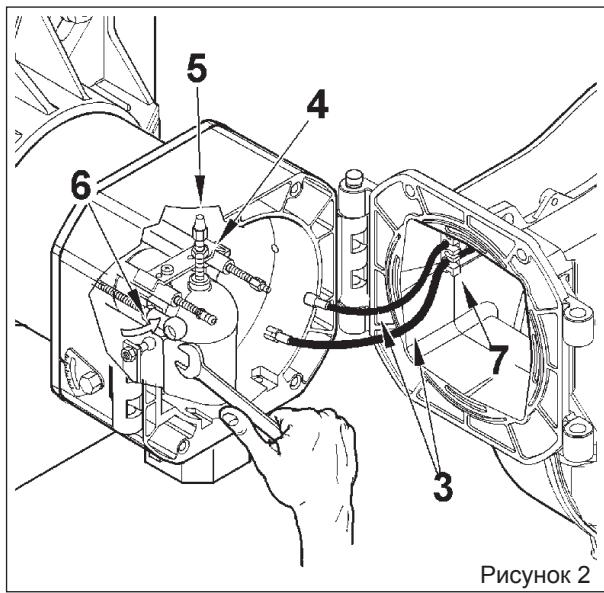

Рисунок 2
- Используя тот же ключ, поверните шаровой шарнир (6) в направлении, указанном стрелкой, и отцепите рычаг продвижения головки горения (см. рис. 2).
В момент закрытия горелки немножко потяните в сторону электрического щита, чтобы электрод розжига и ионизации слегка натянулись. После этого расположите их в соответствующих гнездах (7), смотрите рисунок 2. Это позволит предотвратить поломку электродов крыльчаткой во время работы горелки.